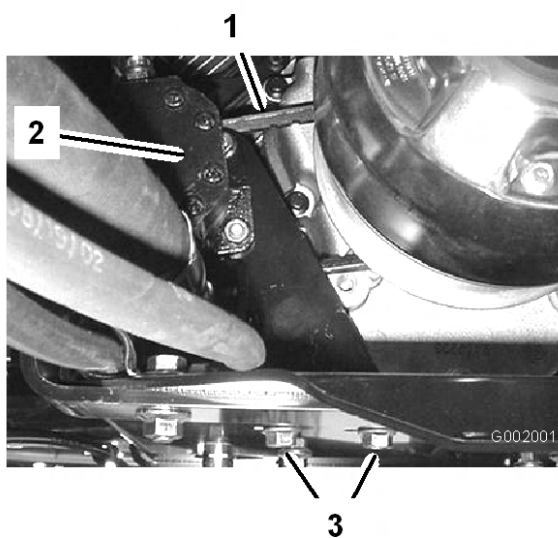

Figura 61
2. Afloje los pernos de montaje de la bomba de dirección (Figura 61).